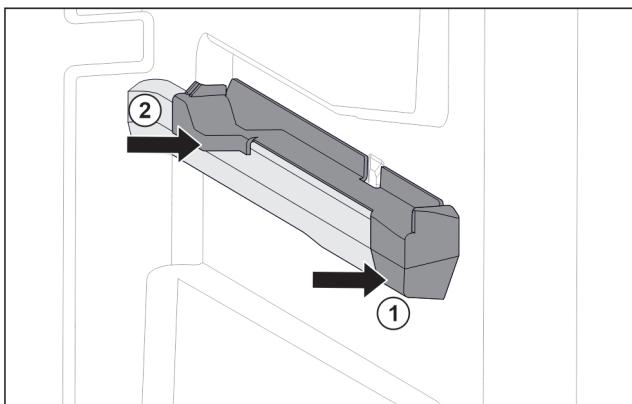

Fig. 118 Aufsteckteil auf der rechten Behälterrippe
- Aufsteckteil vorne an Behälterrippe ansetzen. Fig. 118 (1)
- Aufsteckteil hinten andrücken. Fig. 118 (2)